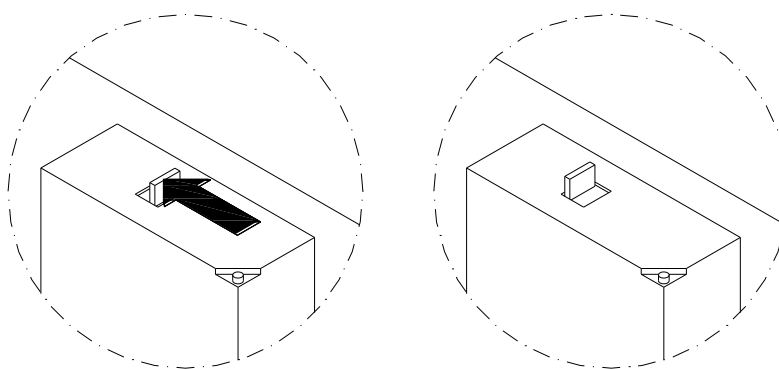

Figure 28 – Reprise du monitoring
- rétablir le fonctionnement du relais du monitoring comme le montre la Figure 28